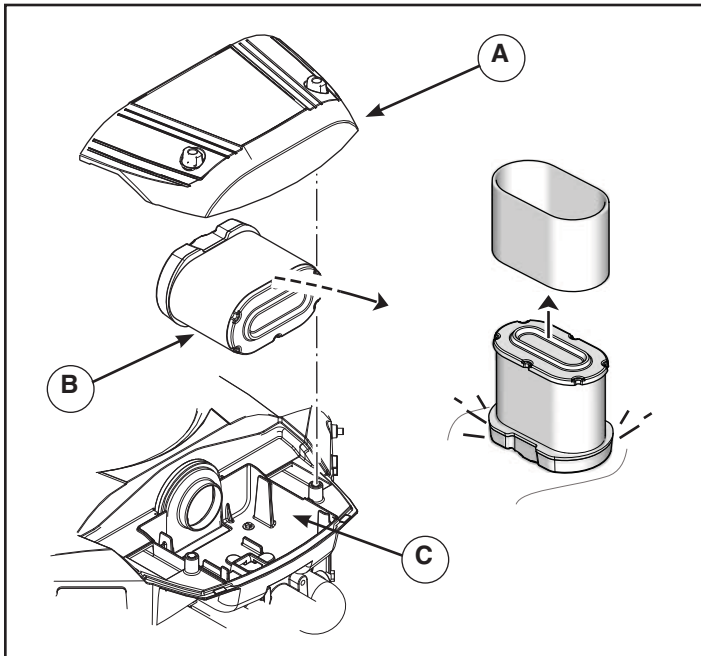

Figura 12
- Solte e remova a tampa do combustível (A, Figura 12).
- Remova o conjunto do limpador de ar (B) e desmonte.
- Limpe qualquer detrito presente que possa entrar no carburador (C).